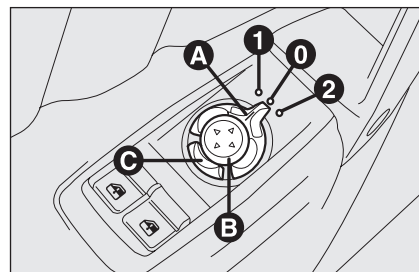

fig. 34
Sélectionner, à l'aide du dispositif **A**-fig. 34, le rétroviseur désiré:
En cas de nécessité (par exemple quand l'encombrement du rétroviseur crée des difficultés dans un passage étroit) on peut plier les rétroviseurs en appuyant sur le bouton **C-fig. 34**.
Pour ramener les rétroviseurs en position de marche, appuyer de nouveau sur le bouton **C-fig. 34**.
- ☐ tourner le sélecteur **A-fig. 34** sur **2** (sélection rétroviseur côté passager);
Procéder comme suit: insérer la clé électronique dans le dispositif de démarrage; engager la marche arrière; tourner le sélecteur **A-fig. 34** sur **2** (sélection rétroviseur côté passager).
Le rétroviseur reviendra automatiquement à la position initiale après environ 10 secondes à partir du débrayage de la marche arrière, immédiatement après le dépassement de 10 km/h avec une marche avant engagée ou en tournant le sélecteur **A-fig. 34** sur **0**.